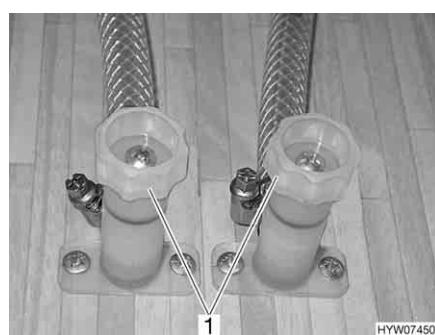

Fig. 107 Rubinetti di scarico per scaldaacqua
- Chiudere i rubinetti di scarico. Ruotare i coperchi (Fig. 107,1) in senso orario. Ubicazione vedi capitolo 10, "Posizione dei rubinetti di scarico".
- Aprire i rubinetti di scarico dello scaldaacqua. A tal fine ruotare i coperchi (Fig. 107,1) in senso antiorario.